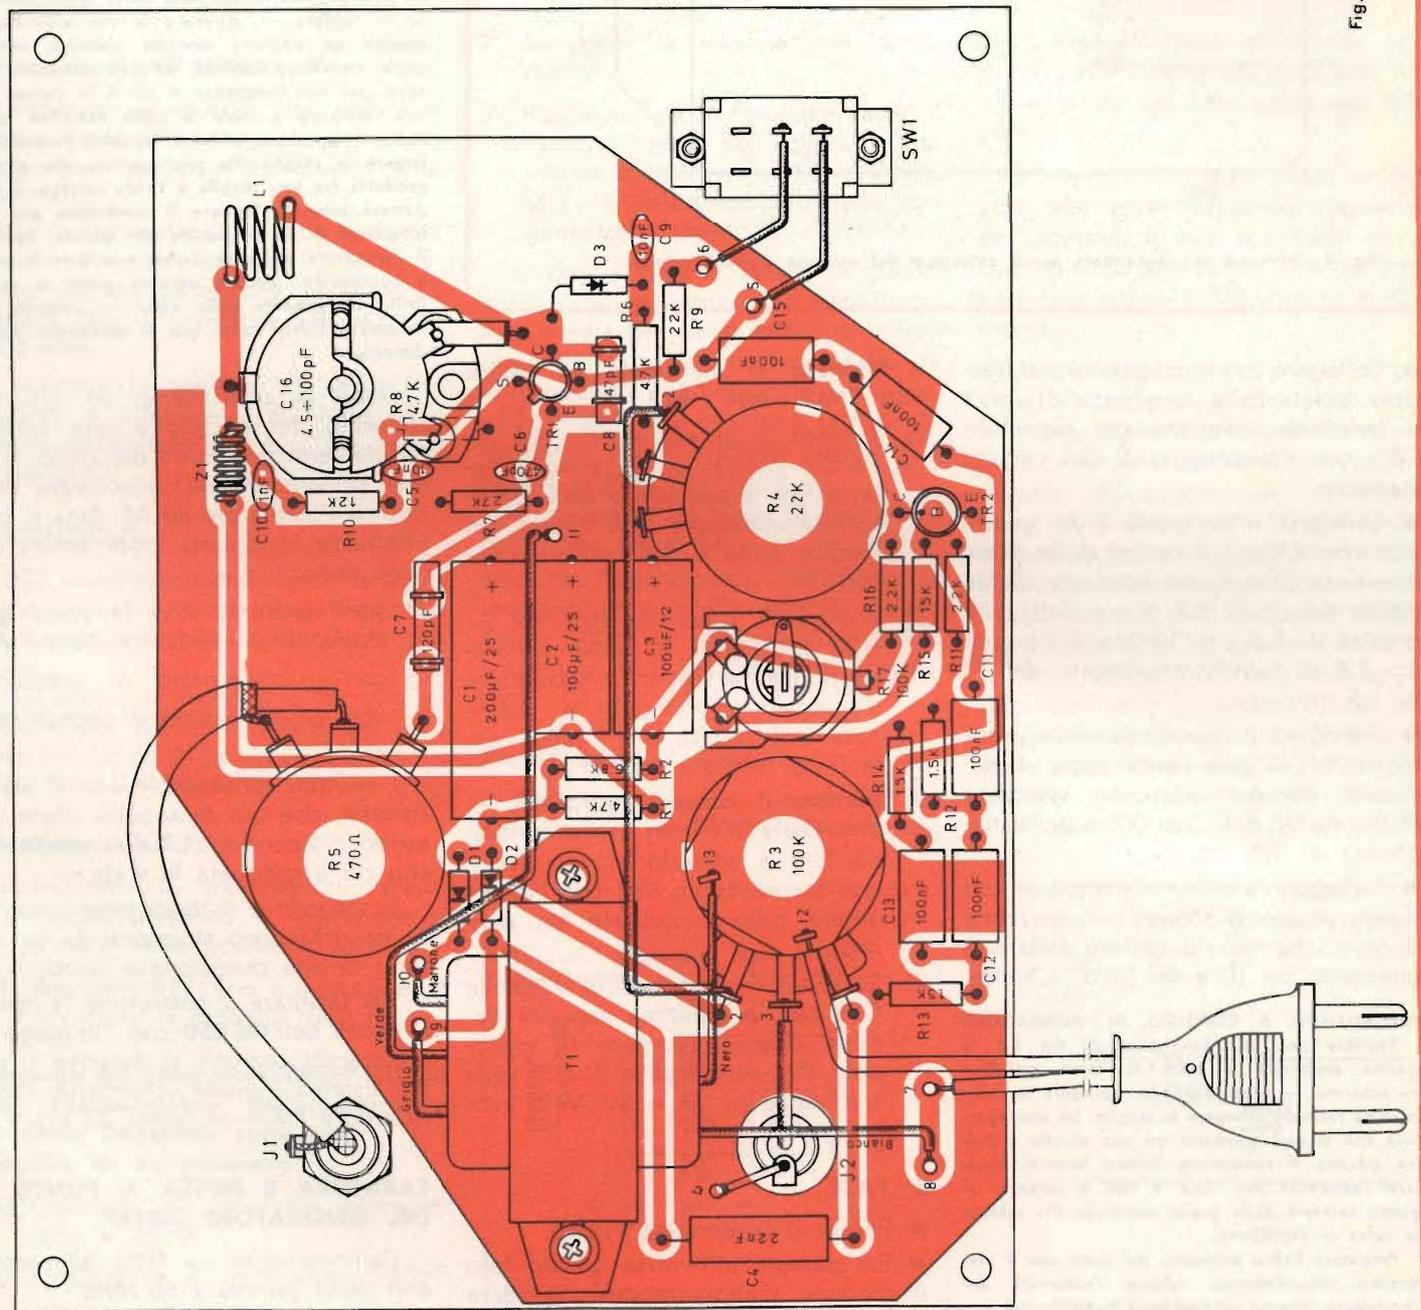

Fig. 4 - Asieme di montaggio dei componenti.
- Montare il trasformatore d'alimentazione orientandolo secondo il disegno (fig. 4) e fissandolo con due viti del \varnothing di 3 x 6 mm, rondelle e dadi.
2ª FASE - Cablaggio - Fig. 4
3ª FASE - Pannello frontale Montaggio delle parti staccate - fig. 4.
- 1) Portare il condensatore variabile C16 con le lamine del rotore tutto aperto — capacità minima — fig 4 facendo coincidere l'indice di sintonia sulla frequenza di 50 MHz indicato sulla scala